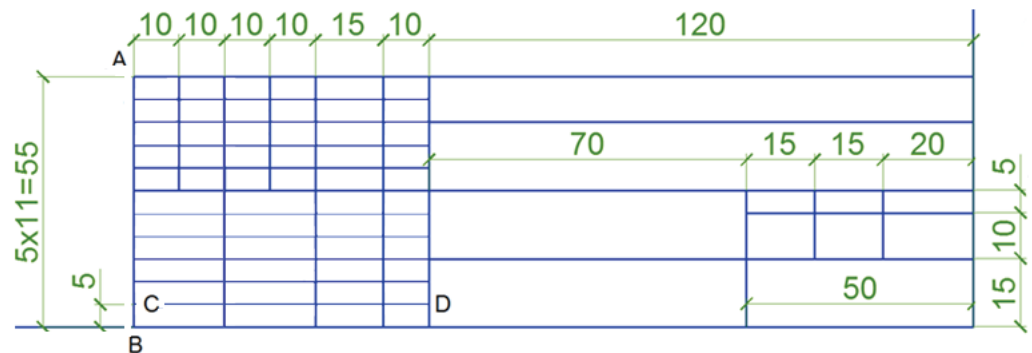

Рис. 3.46. Розміри основного напису
1. Накреслимо в правому нижньому кутку формату А3 основний напис (рис. 3.46) відповідно до ДСТУ Б А.2.4– 4:2009, потім скопіємо основний напис на формат А4 і А2.
Виберіть відрізок АВ (рис. 3.46).
Вкажіть точку В (рис. 3.46) як базову точку об'єкта, що копіюється.
Перемістимо ПСК в точку В (рис. 3.46) основного напису.
Встановимо поточним шар **тонкая** і накреслимо горизонтальний відрізок CD (рис. 3.46), використовуючи команду **Отрезок** , панелі **Рисование**, вкладки **Главная**. Включимо Режим **ОРТО** , **Объектную привязку** , **Нормаль** .